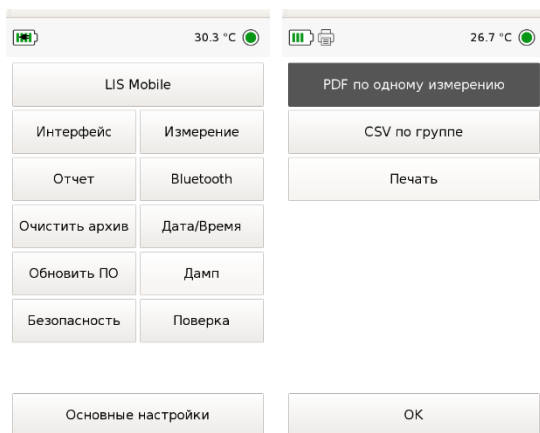

Рисунок 16 Дополнительные настройки спектрометра
- «Отчет» - настройка типа отчета: одностраничный pdf-отчет по одному измерению или табличный csv-отчет по серии измерений (Рисунок 16). Файл csv имеет кодировку UTF-8, которую нужно выбрать принудительно при неправильном отображении символов (чаще всего это связано с русскими буквами в имени группы).